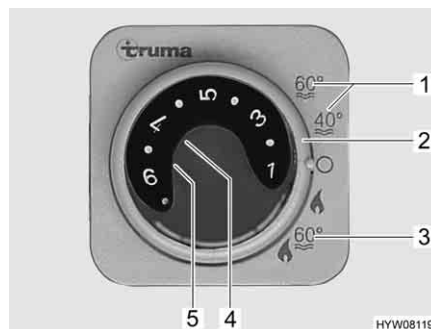

Fig. 206 Centralina di controllo per riscaldamento/boiler
Il boiler è integrato nel riscaldamento e funziona a gas (funzionamento a gas) o a gas o a corrente (funzionamento a gas e funzionamento elettrico a 230 V). Il boiler si accende dalla centralina di controllo (Fig. 206) con l'interruttore girevole (Fig. 206,2). Sul selettore di energia (Fig. 208) viene preselezionato il tipo di energia (funzionamento a gas e elettrico a 230 V).
Durante il funzionamento invernale "Riscaldamento e boiler" (Fig. 206,3), accendendo il riscaldamento è riscaldata automaticamente anche l'acqua nel boiler. Quando il riscaldamento si spegne al raggiungimento della temperatura ambiente desiderata, il boiler continua a riscaldare l'acqua, fino a quando questa raggiunge la temperatura impostata.
Durante il funzionamento estivo (Fig. 206,1) l'acqua è riscaldata soltanto nel boiler fino a 40 °C o 60 °C. L'acqua si riscalda a 60 °C in ca. 25 minuti. La spia di controllo gialla (Fig. 206,5) si accende durante la fase di riscaldamento del boiler.
L'alimentazione di tensione dell'apparecchio non può essere interrotta tramite l'interruttore principale a 12 V. In caso di guasto si accende la spia rossa di controllo (Fig. 206,4) sulla centralina di controllo (vedi capitolo 14).
- Sulla centralina di controllo (Fig. 206) posizionare l'interruttore girevole (Fig. 206,2) su "Funzionamento estivo" (Fig. 206,1).
La spia gialla di controllo (Fig. 206,5) si accende durante la fase di riscaldamento. Al raggiungimento della temperatura dell'acqua desiderata, la fase di riscaldamento termina e la spia gialla di controllo si spegne.
- Sulla centralina di controllo (Fig. 206) posizionare l'interruttore girevole (Fig. 206,2) su "O".
La combinazione funzionamento a gas e funzionamento elettrico a 230 V diminuisce il tempo di riscaldamento del boiler (è possibile solo se il boiler viene impostato sulla centralina di controllo (Fig. 206) su funzionamento invernale).